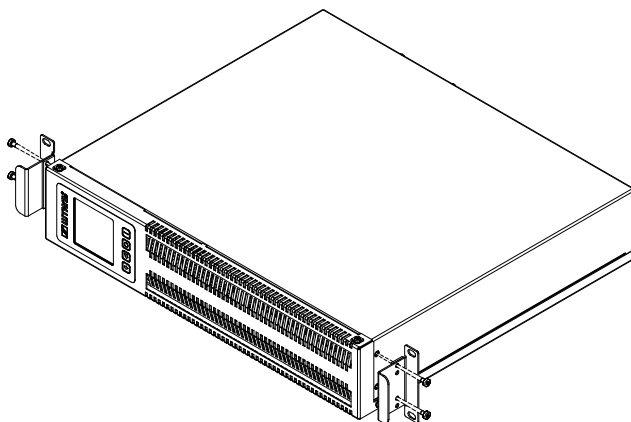

Рисунок 16. Установка кронштейнов для горизонтального крепления у ИБП Штиль STR1101L, STR1101SL и STR1101LD⁴
- вертикально на ровной горизонтальной поверхности (**рисунок 16, 26 и 36**);